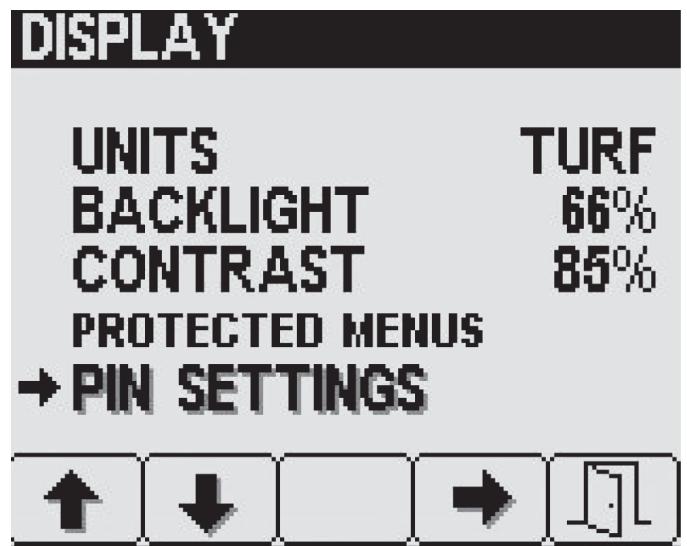

Figure 23
1. Appuyez sur le bouton 1 ou 2 de l'écran AFFICHAGE pour naviguer jusqu'à l'option RÉGLAGES DU CODE PIN (Figure 23).
2. Appuyez sur le bouton 4 pour sélectionner le sous-menu RÉGLAGES DU CODE PIN (Figure 23).